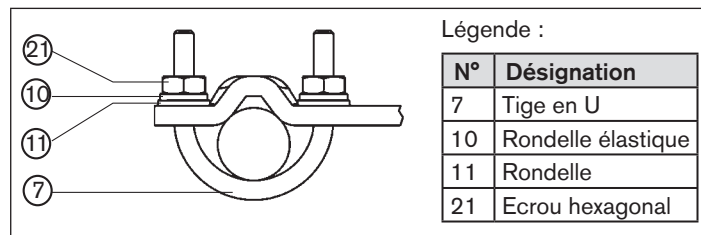

Fig. 11 : Fixer le type 8792/8793 avec l'équerre de montage pour les actionneurs avec cadre de fonte
- Fixer l'équerre de montage avec les tiges en U (7), les rondelles (11), les rondelles élastiques (10) et les écrous hexagonaux sur le portique (21) (voir « Fig. 11 »).